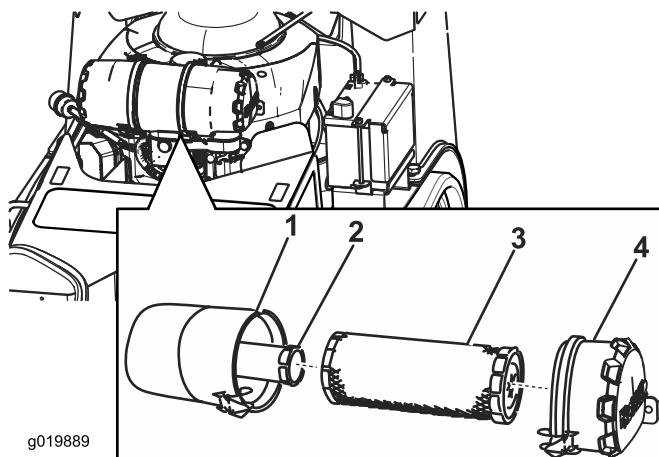

Figura 29
2. Rilasciate i dispositivi di fermo del filtro dell'aria e togliete il coperchio dal corpo del filtro (Figura 29).
4. Estraete con cautela il filtro primario dal corpo del filtro dell'aria (Figura 29).
2. Se sostituite il filtro interno, inseritelo con cautela nel corpo del filtro (Figura 29).
3. Montate con cautela il filtro primario sul filtro interno (Figura 29).
4. Fate scorrere il coperchio sul corpo del filtro dell'aria e fissatelo con i dispositivi di fermo (Figura 29).